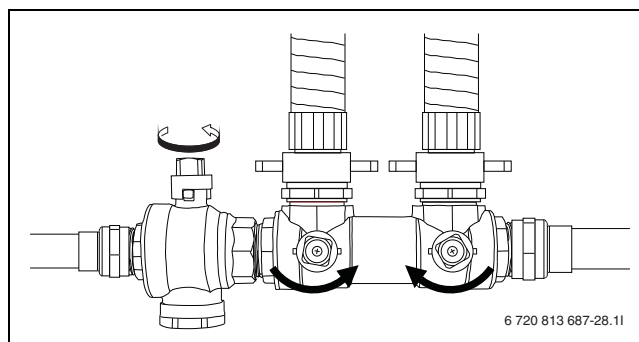

Fig. 18 Påfyllingsinnretning i normalposisjon
- Still ventilene til påfyllingsinnretningen i normalposisjon (→ fig. 18) og slå av pumpen til påfyllingsstasjonen.